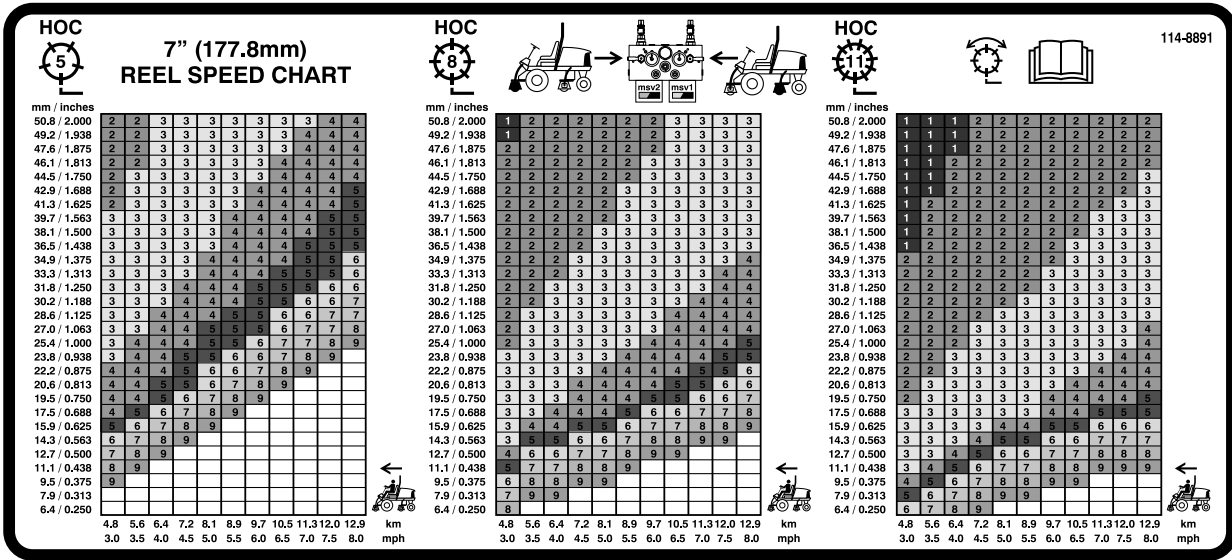
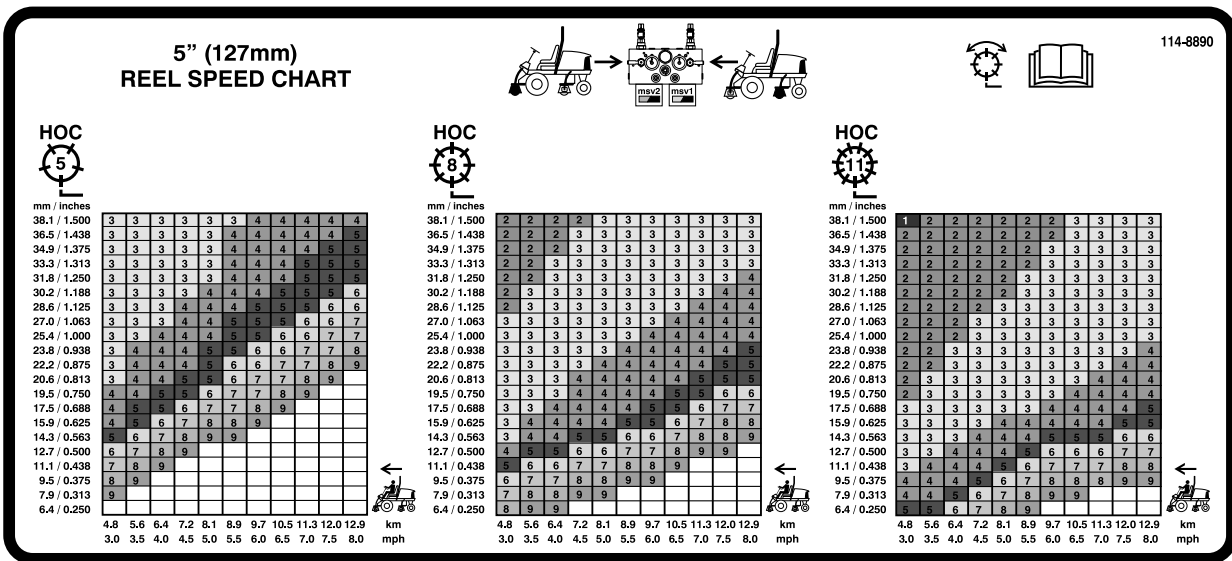

Figura 40
Figura 41
3. Utilizando o gráfico apropriado no autocolante 110-0996 (Figura 40) para Reelmaster 5510 & 5610, unidades de corte de cilindros de 7 polegadas ou o autocolante 110-8923 (Figura 41) para Reelmaster 5210 & 5410, unidades de corte de cilindros